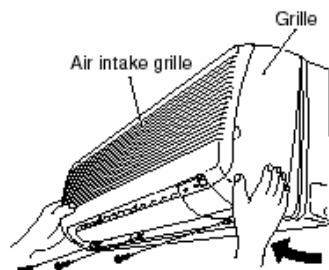

Fig. 14c
(1) Ajustez le volet motorisé de manière à ce qu'il soit horizontal
(2) Retirez les vis (Figure 14c)
(3) Otez la grille
(c) Utiliser un tournevis et pousser les 3 ergots pour ôter la façade (Figure 14c)